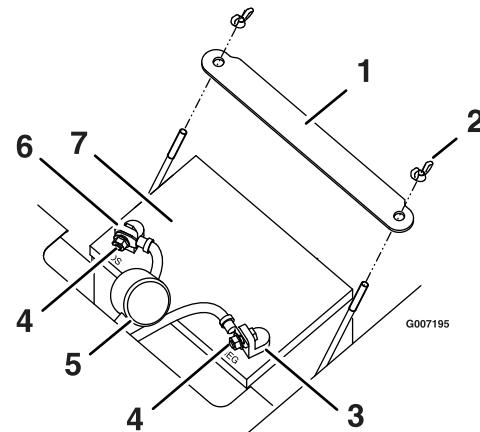

Figure 32
4. Débranchez le câble négatif (noir) de mise à la masse de la borne de la batterie (Figure 32). Mettez les fixations de côté.
6. Enlevez la sangle de maintien de la batterie (Figure 32) et ôtez la batterie de son support.
- Placez la batterie dans son support en tournant les bornes vers la position de fonctionnement (Figure 32).
- Fixez la batterie en place à l'aide de la sangle de maintien (Figure 32).